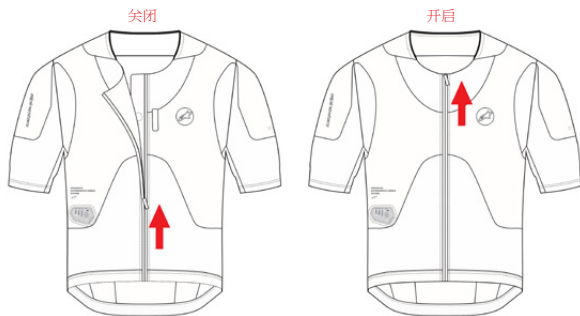

图 8：激活拉链 (2) 关闭时系统开启
要使用该系统，用户只需佩戴/穿戴该系统，并如图 8 所示从下到上拉上激活拉链 (2)。内部传感器会自动检测到激活拉链 (2) 是否已关闭，系统将随之开启。